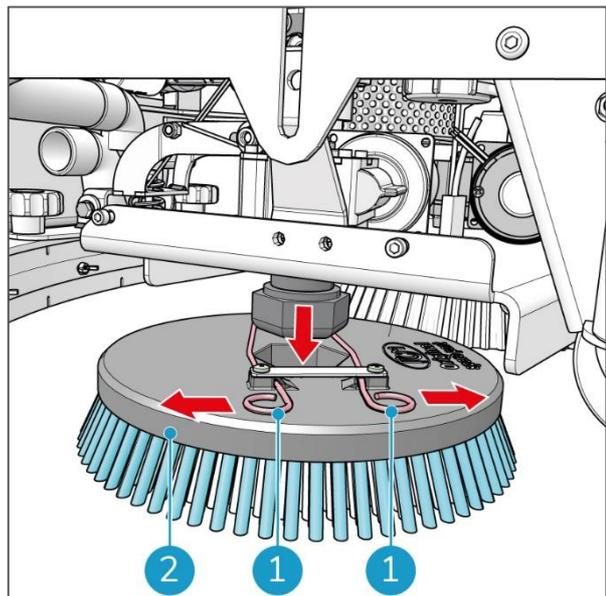

Abbildung 41
5. Drücken Sie die beiden Federn (Abbildung 41, Pos. 1) vollständig nach außen, bis sie hinter den Nocken einrasten. Die Klemme ist jetzt gelöst.
6. Nehmen Sie die Bürstenscheibe vorsichtig ab (Abbildung 41, Pos. 2).